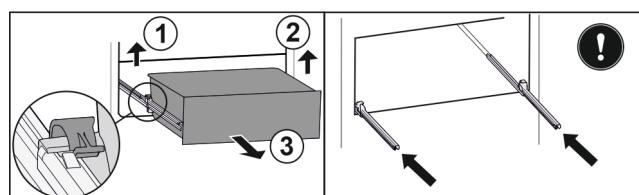

Fig. 66
- Podignite lijevu stezaljku i istovremeno izvucite ladicu lijevo prema naprijed. Fig. 66 (1)
- Podignite desnu stezaljku i istovremeno izvucite ladicu desno prema naprijed. Fig. 66 (2)
- Izvadite ladicu prema naprijed. Fig. 66 (3)